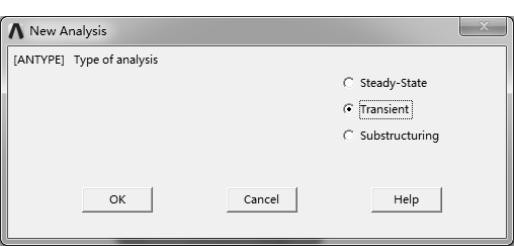

图 8-149 “New Analysis”对话框
1) 选择“Main Menu>Preprocessor>Load>Analysis>New Analysis”命令，弹出“New Analysis”对话框，选中“Transient”选项，如图 8-149 所示。单击“OK”按钮确认。